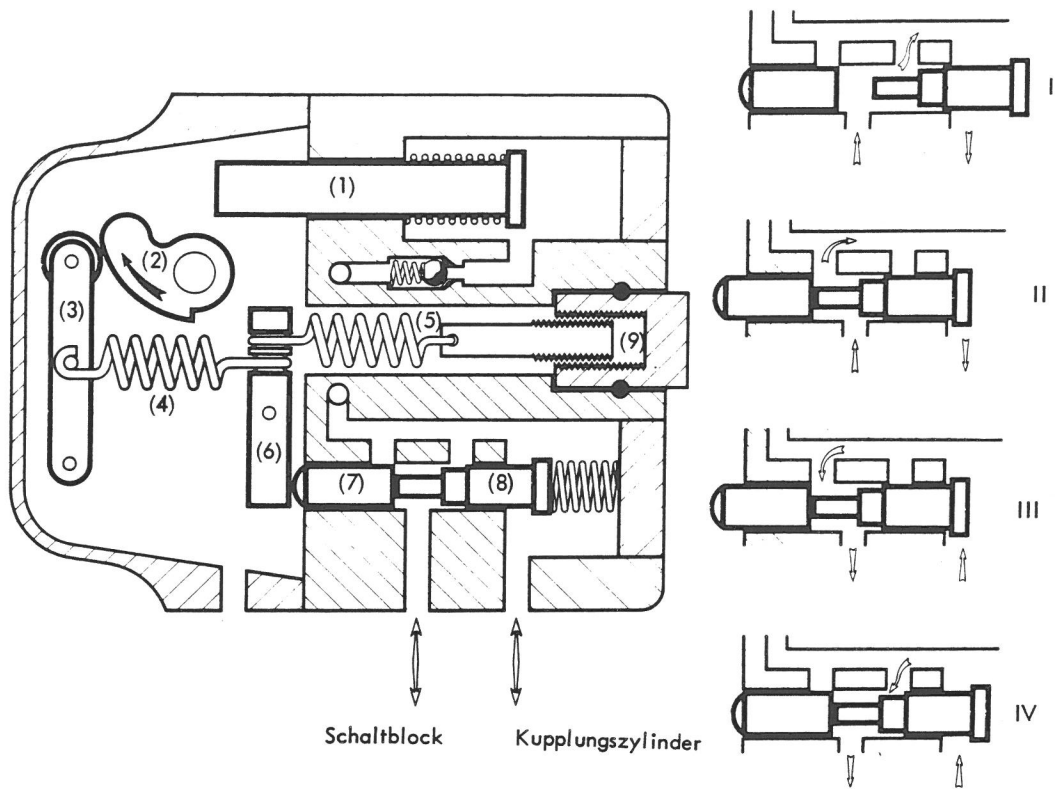
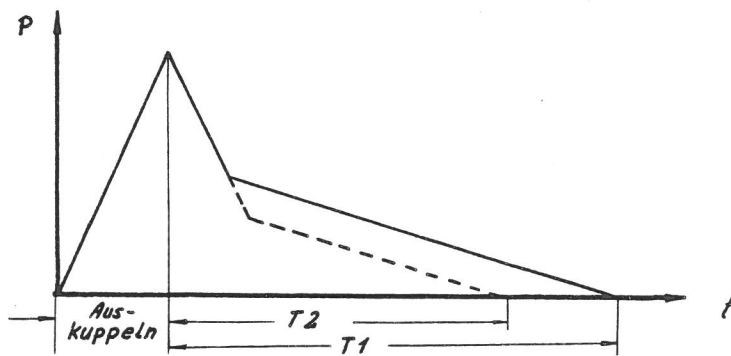

Fig. 13. Koblingskorrektøren.
Fig. 14. Tids- og trykdiagram for ud- og indkøbling.
Der går ud fra systemet i hvilestilling, fig. 13 IV. Det til udkobling fra skifteblokken kommende tryk presser glideren (8) (I) tilbage mod fjedertrykket. Herved frigøres en boring og gennemløb sikres. Når trykket yderligere tiltager, bliver glideren (7) trykket tilbage og gør yderligere en boring fri. Fjederen (4) spændes herved. Trykket, der nu når sit maksimum, eksisterer på begge sider af glideren (8), hvorfor tilbagetryksfjederen skubber den tilbage til normalstilling (II). Man opnår altså den ønskede hurtige udkobling, idet væsken praktisk talt har fri adgang gennem systemet (se fig. 14).
Da glideren (7) er presset frem af fjederen (4) og dermed påvirker glideren (8) således at der nu bliver en lille åbning for tilbageløb (IV) sker den fortsatte indkobling i langsommere tempo (T₁, fig. 14).
På grund af bl. a. forskellig køremåde, må man kunne variere indkoblingstiden (T₁, fig. 14). Dette sker ved at ændre trykket på glideren (7) ved hjælp af stilleskruen (9) der påvirker fjederen (5).
Eksempel: Hvis gaspedalen trædes ned mindskes kraften på fjederen (4) hvorved glideren (7) ikke påvirkes så hurtigt og indkoblingstiden ændres fra T₁ til T₂ (fig. 14).